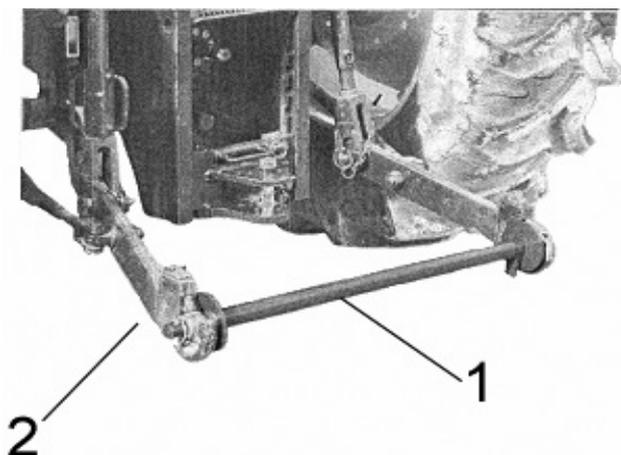

Рис.3
1. Прикрепите штангу сеялки 1 к навесному устройству трактора 2 (Рис.3).